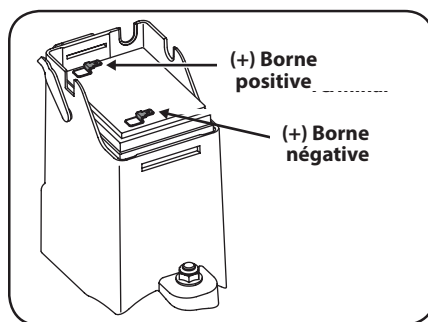

Figure 4-12
- Enlevez le couvercle de la batterie et branchez le connecteur mâle dans le connecteur femelle situé sur le côté du boîtier de la batterie. Voir Figure 4-12.